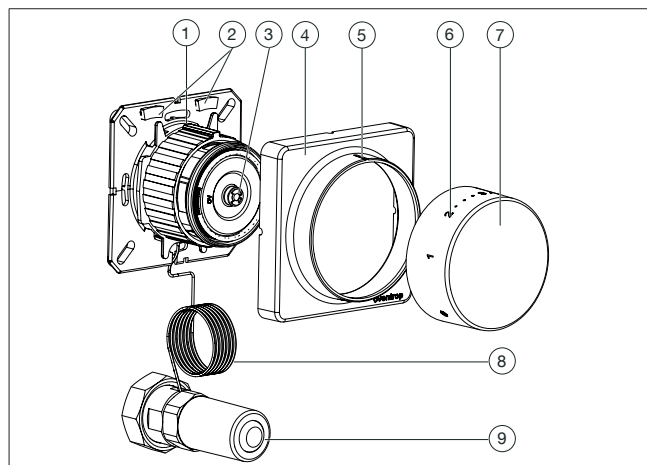

Fig. 1: Configuration de la tête thermostatique « Uni FHU »
Régler la température ambiante souhaitée sur la poignée manuelle (voir Fig. 1 en page 27).
1. Démonter le capot (voir Fig. 1 en page 27 (4)).
1. Démonter le capot (voir Fig. 1 en page 27 (4)). Régler la poignée manuelle sur la valeur souhaitée (voir 3.3 en page 28).
2. Faire sortir les clips de limitation (voir Fig. 1 en page 27 (2)) du support mural et les insérer dans les rainures derrière la poignée manuelle à droite et à gauche de la valeur réglée (ergot de butée).
1. Démontez le capot (voir Fig. 1 en page 27 (4)). Réglez la poignée manuelle sur la valeur inférieure de votre plage de température souhaitée (voir 3.3 en page 28).
2. Faire sortir un des clips de limitation (voir Fig. 1 en page 27 (2)) du support mural et l'insérer dans la rainure à gauche de la valeur inférieure de la plage de température souhaitée. Selon l'exemple : chiffre « 2 ».
4. Faire sortir le deuxième clip de limitation (voir Fig. 1 en page 27 (2)) du support mural et l'insérer dans la rainure à droite de la valeur supérieure de la plage de température souhaitée. Selon l'exemple : chiffre « 3 ».
2. Tournez l'unité de capteur vers la droite (voir Fig. 1 en page 27 (3)) jusqu'en butée.